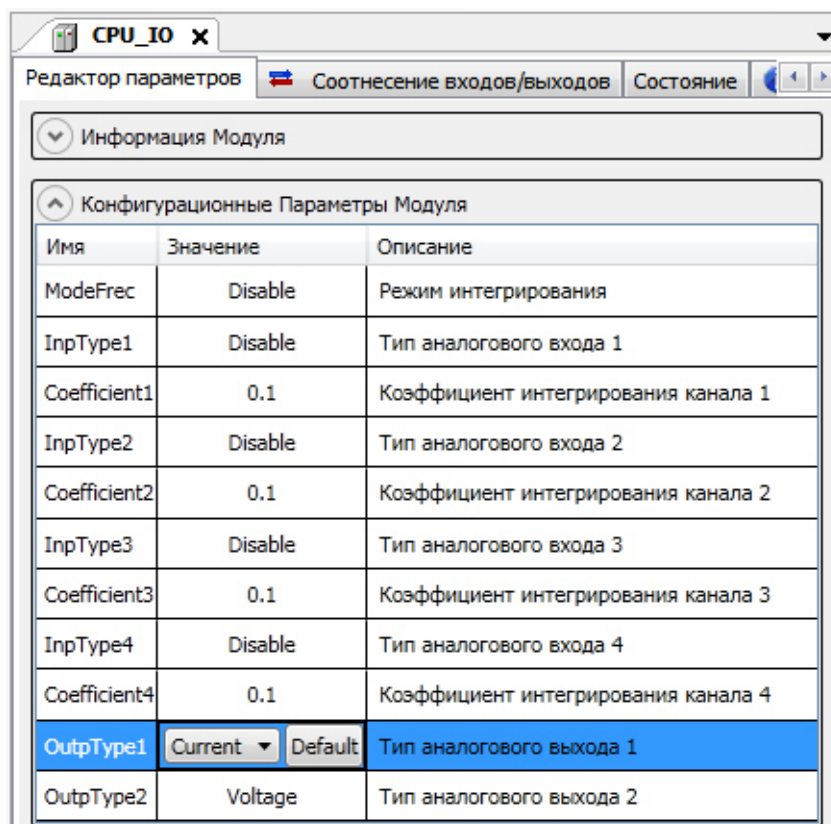

Рисунок 3.11 – CPU_IO. Редактор параметров
6. Открыть *Редактор параметров* для *CPU_IO*. Во вкладке *Конфигурационные параметры модуля* установить значение режима измерения для *OutType1* – *Current* (рисунок 3.11).